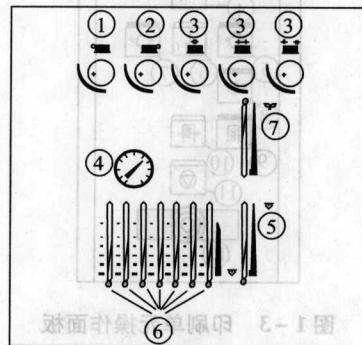

图 1-8 收纸系统吹风设定操作面板
收纸系统吹风设定操作面板如图 1-8 所示，各按钮的功能与作用如下：①—调节操作面横向挡纸板的吹风按钮；②—调节传动面横向挡纸板的吹风按钮；③—调节纵向吹风管的吹风按钮；④—纸张制动器吸风压力显示按钮；⑤—调节所有进气管的吸风按钮；⑥—调节各个进气管的吸风按钮；⑦—调节平纸器的吸风按钮。